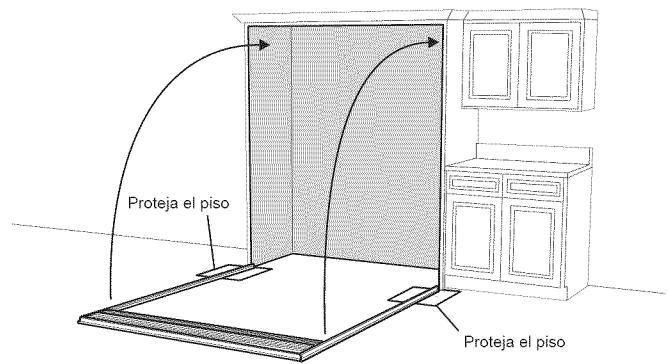

Figura 6
- Primero, coloque una cubierta protectora en el lugar donde la moldura lateral va a hacer contacto con el piso, cerca de la abertura preliminar. A continuación, levante el conjunto de rejilla y marco y céntralo en la abertura preliminar. Es posible que requiera pedazos de cinta adhesiva en los ángulos superiores y en el centro de la parte superior, para mantener temporalmente el conjunto en su lugar. Véase la figura 6.